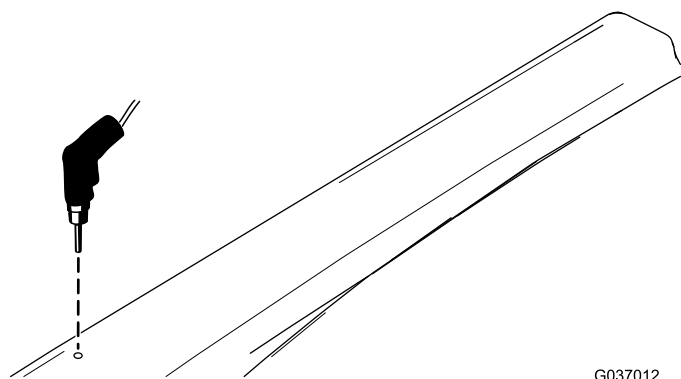

图13
14. 用车顶支撑架顶部的孔作为模板, 在遮阳篷的两侧分别钻一个 7.9mm 的孔 (图13)。